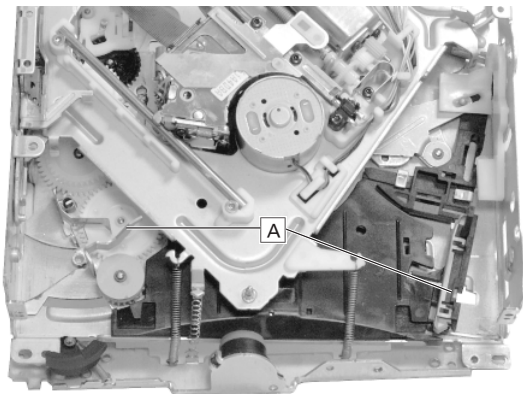

Fig. 14
- 2 Schieber **A** (Fig. 14) gleichzeitig nach aussen drücken und die Mechanik nach hinten schieben.
- Push the 2 sliders **A** (Fig. 14) simultaneously apart and push the mechanics backwards.